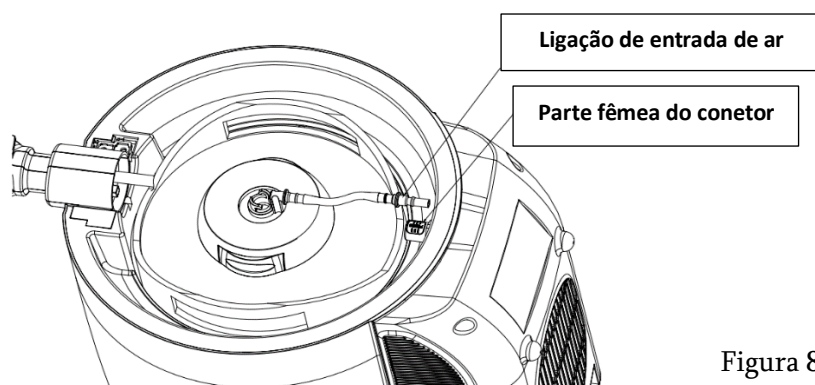

Figura 8
10. Introduza o conector de entrada de ar na extremidade da mangueira de cerveja no conjunto da válvula na tomada de entrada de ar e pode ouvir um ligeiro clique que indica que está bem ligado (como mostra a Figura 8).